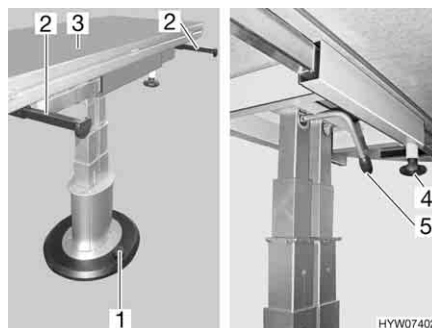

Bild 91 Fester Tisch mit Teleskoptischfuß
- Die Stützschiene (Bild 91,2) bis zum Anschlag herausziehen.
- Die obere Tischplattenhälfte (Bild 91,3) umklappen und auf den Stützschiene ablegen.
- Die Rändelschraube (Bild 91,4) lösen.
- Mit dem Fuß auf den Knopf (Bild 91,1) treten. Die untere Verriegelung ist offen.
- Den Verriegelungshebel (Bild 91,5) nach hinten schwenken. Die obere Verriegelung ist offen.
- Den Verriegelungshebel (Bild 91,5) nach vorn schwenken. Der Tischfuß ist verriegelt.
- Den Verriegelungshebel (Bild 91,5) nach hinten schwenken. Die obere Verriegelung ist offen. Die Tischplatte fährt bis zum Anschlag nach oben.
- Mit dem Fuß auf den Knopf (Bild 91,1) treten. Die untere Verriegelung ist offen. Die Tischplatte fährt ganz nach oben.